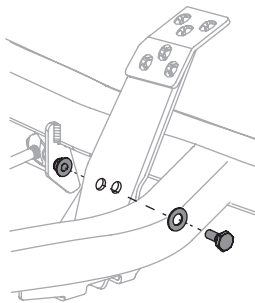

Figure 37
2. Retirez le boulon hexagonal, la rondelle et l'écrou hexagonal près du centre de la pédale. Voir Figure 37.
4. Réinstallez le matériel précédemment retiré et serrez l'écrou à 38-47 N·m (28-35 pi·lb). Voir Figure 37 à la page 95.